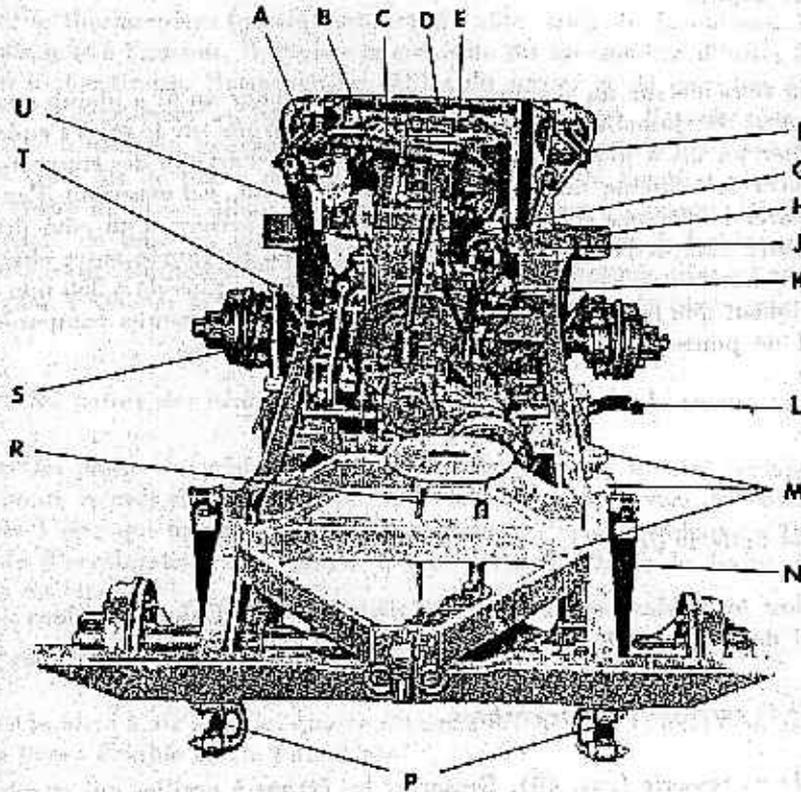

FIGURE 93. — Châssis (vue arrière)
C. — Enlever le radiateur et la calandre du radiateur (fig. 93).
G. — *Enlever le moteur du véhicule (fig. 93 et 94).*
I. — *Enlever les leviers de pédales de frein et d'embrayage (fig. 93).*